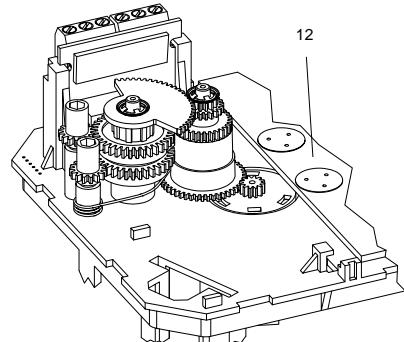

Fig. 27 : Vue intérieure du type 3374 avec contacts de position
- Servomoteur avec contacts de position : cf. Fig. 27.